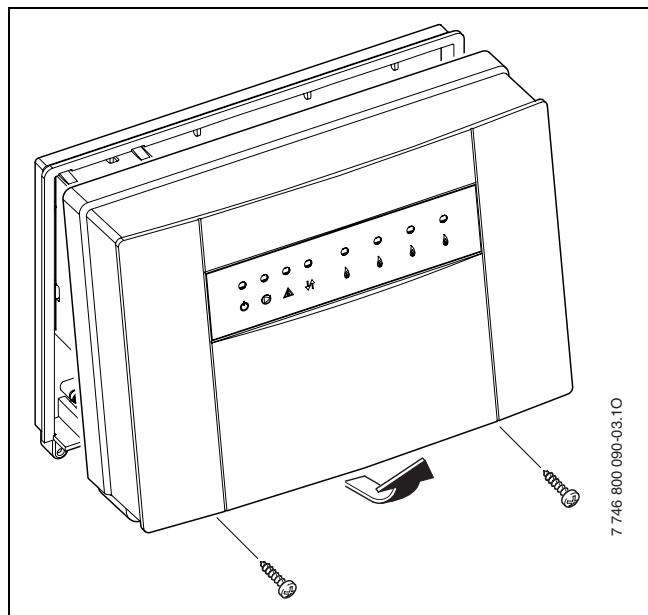

Fig. 7 Retirer le couvercle
- ▶ Desserrer les 2 vis situées en bas du module ICM, tirer le couvercle simultanément vers le bas et l'avant et le retirer par le haut (→ fig. 7).